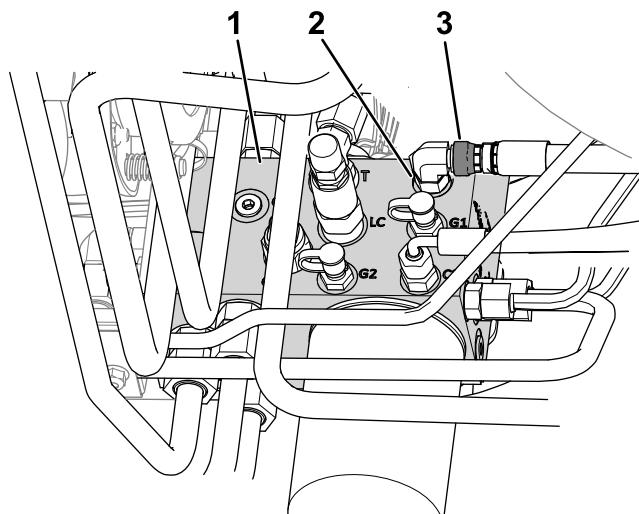

Рисунок 9
- B. Ослабьте затяжку гайки поворотного шлангового соединения, подключенного к отверстию C1 гидравлического коллектора (Рисунок 9).
- E. Затяните гайку поворотного шлангового соединения, подключенного к отверстию C1 (Рисунок 9), с моментом 41 Н·м.